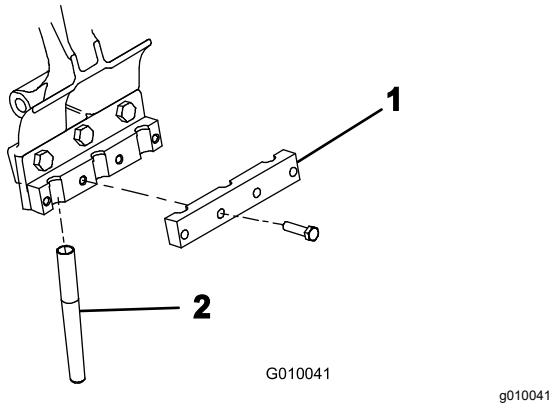

Figure 24
5. Fixez légèrement un serre-louchets sur chaque porte-louchets (Figure 24) à l'aide de 4 boulons (3/8" x 1 1/2"). Ne serrez pas les vis.